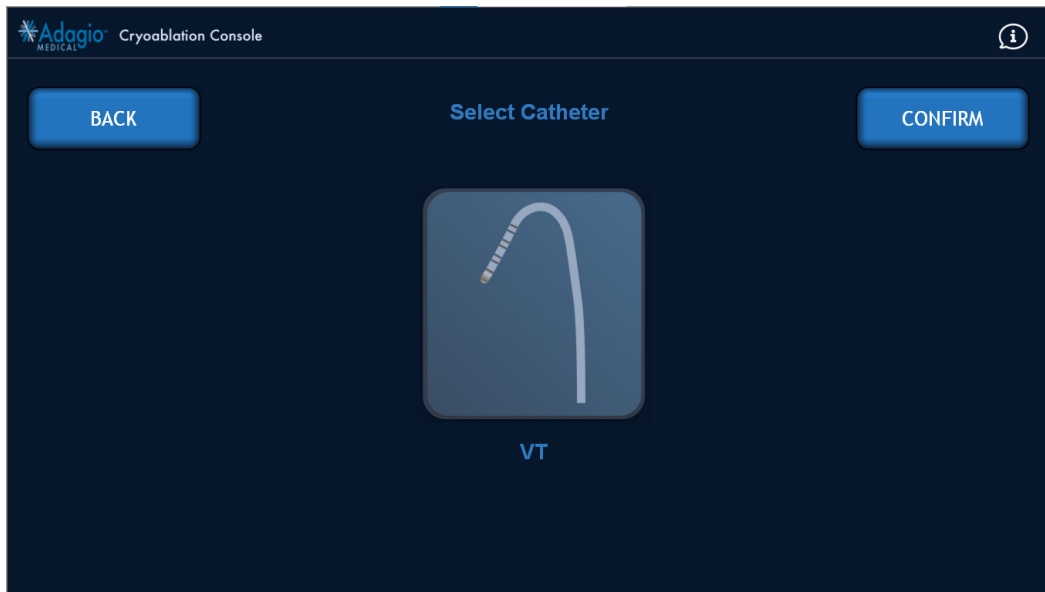

Abbildung 83 – Bildschirmanzeige: Katheterauswahl
3. Den beim Verfahren zu verwendenden Katheter auswählen, wie in *Abbildung 83* gezeigt.